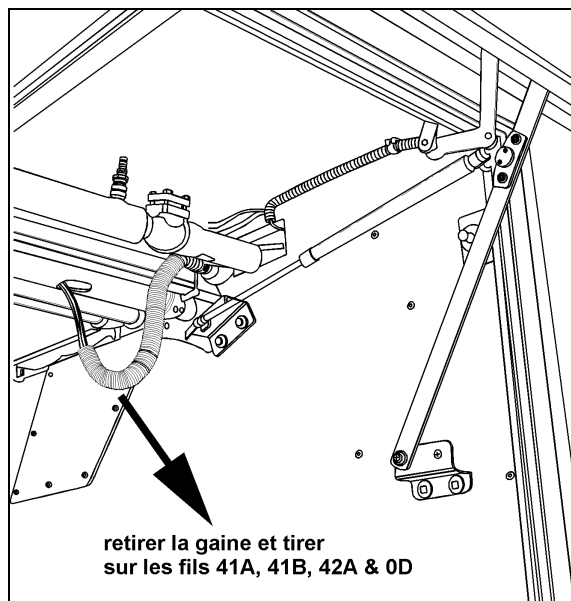

Figure 8 : intérieur du compartiment à bagages
11. Dans le compartiment à bagages arrière, retirer la gaine de plastique et tirer sur les fils 41A, 41B, 42A & 0D pour passer le nouveau faisceau du compartiment principal d'alimentation vers le compartiment à bagages (figure 8).
14. Dans le compartiment à bagages arrière, tirer à nouveau sur les fils 41A, 41B, 42A & 0D pour compléter l'installation du nouveau faisceau # 065264 (figure 8).